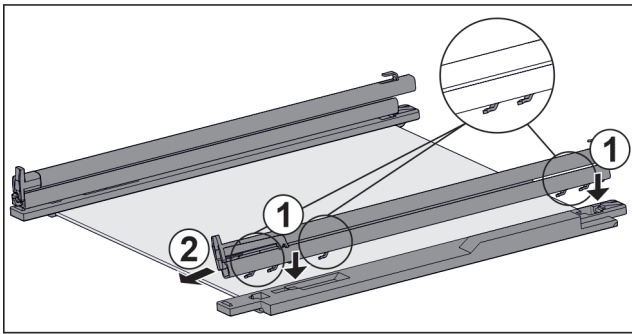

Fig. 69 Скляна пластина з рейками та деталями для підтримки
- ▶ Одягти гаки рейки на отвори **лівої** деталі для підтримки. Fig. 69 (1)
- ▶ Потягніть рейку вперед. Fig. 69 (2)
- ▶ Одягти гаки рейки на отвори **правої** деталі для підтримки. Fig. 69 (1)